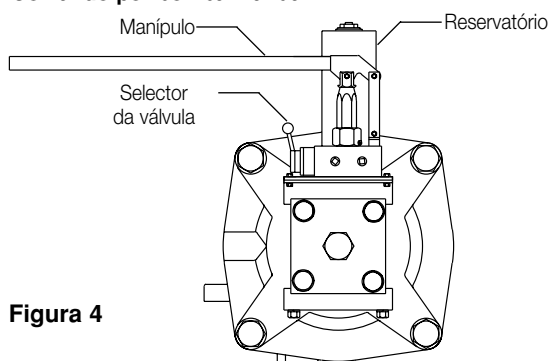

Figura 4
3. Comando por Bomba Manual (consultar a FIGURA 4)